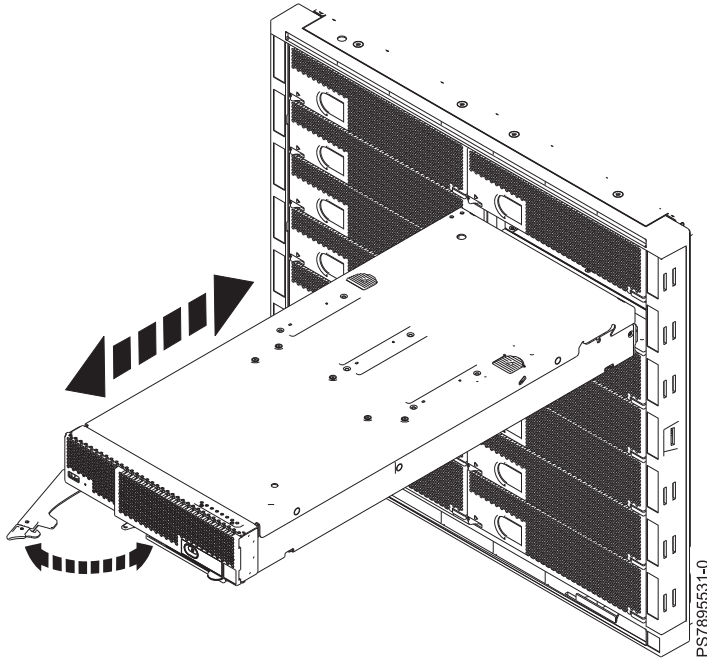

图 44. 在 IBM Flex System Enterprise 机箱中安装计算节点
5. 验证计算节点上的释放手柄是否处于打开位置（与计算节点垂直，如第 84 页的图 44 中所示）。对于 IBM Flex System p260 计算节点，有一个释放手柄。对于 IBM Flex System p460 计算节点，有两个释放手柄。